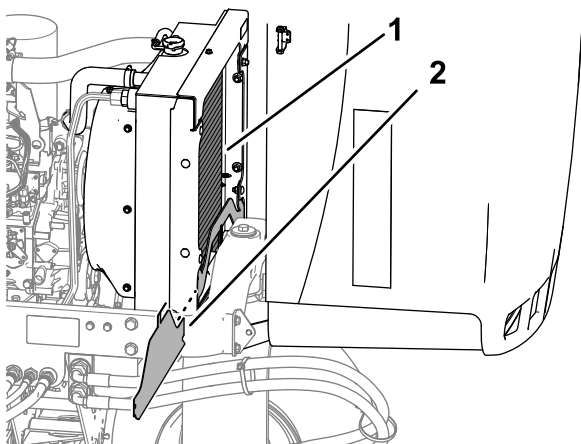

Рисунок 81
4. Снимите нижний щиток радиатора (Рисунок 81).
5. Тщательно очистите обе стороны радиатора водой или сжатым воздухом (Рисунок 81).